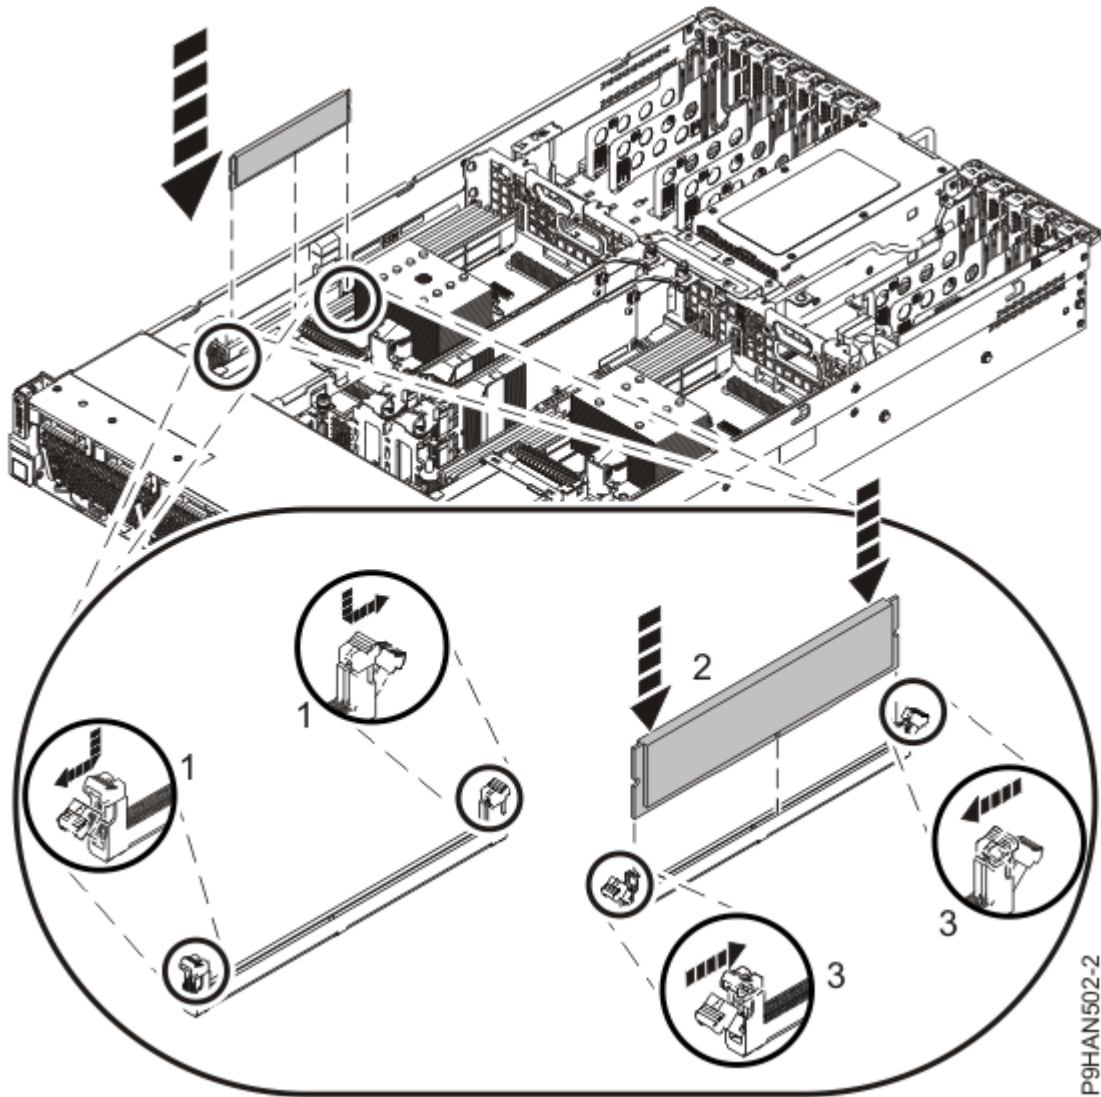

Abbildung 22. Speichermodul austauschen
4. Stellen Sie sicher, dass die Sperrungen des Speichermoduls geöffnet sind. Drücken Sie das Speichermodul langsam gerade nach unten fest in den Steckplatz, bis die Sperrungen einrasten. Siehe Abbildung 22 auf Seite 30.